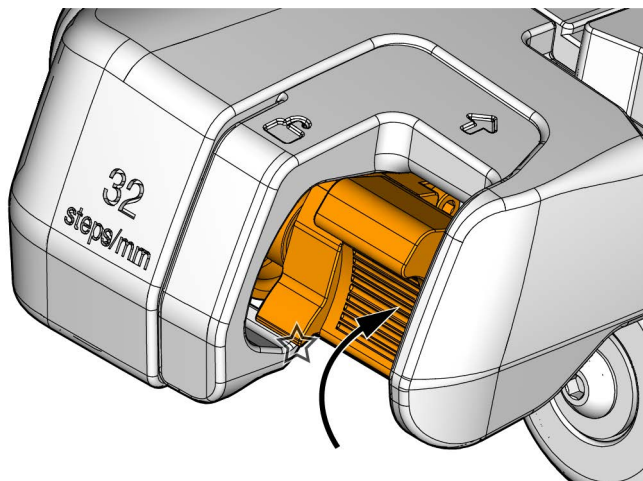

Figura 4-5 Codificador de índice acondicionado
- ◆ Empurre a pega do codificador para cima até que ela encaixe na guia de liberação (veja a Figura 4-5 na página 67).